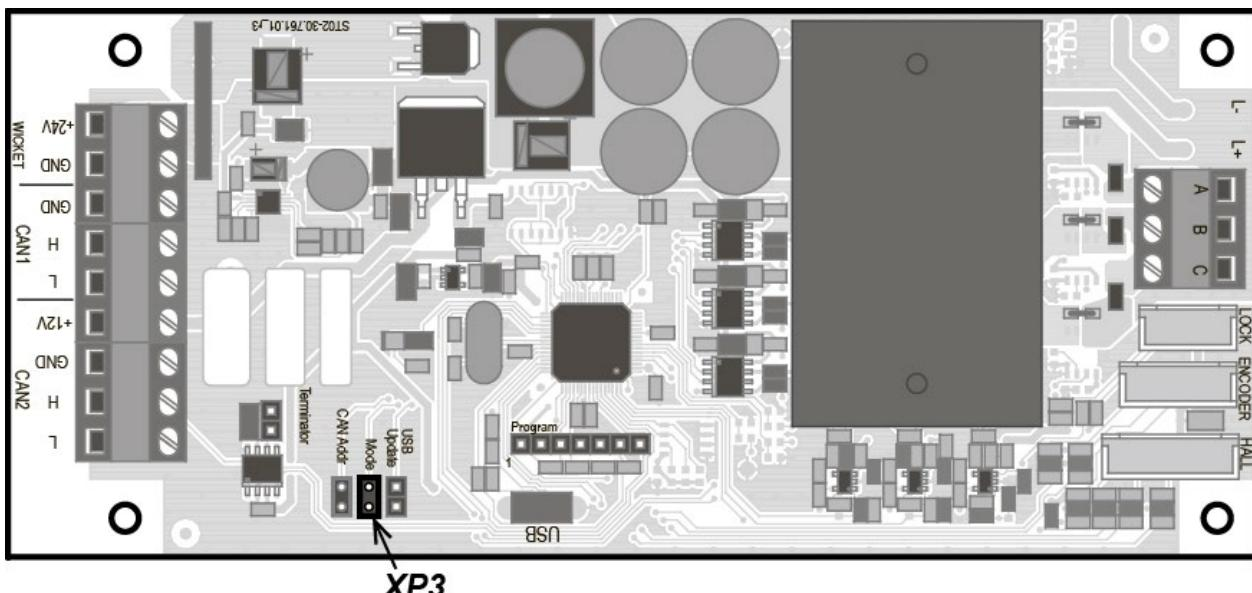

Рисунок 29. Плата электропривода
3. На плате электропривода для данной створки установите джампер из комплекта поставки на разъем **XP3 «Mode»** (см. рис. 29):